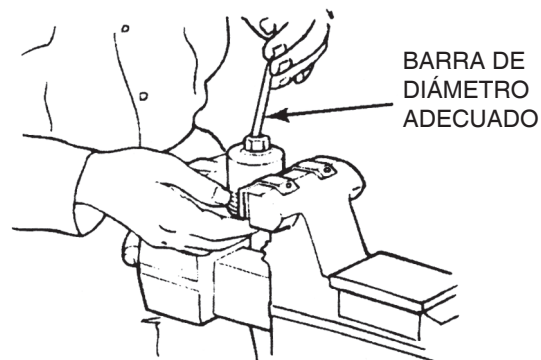

Figura 116
5. Coloque el conjunto del cilindro y pistón en un tornillo de banco protegido con mordazas de bronce. Retire el pistón y el anillo "O" de dentro del cilindro. Use una barra pequeña colocada a través del orificio del tope del cilindro y empuje el pistón hacia fuera. Si es necesario, utilice un mazo pequeño de goma y golpee con cuidado para retirar el pistón. Figura 116.